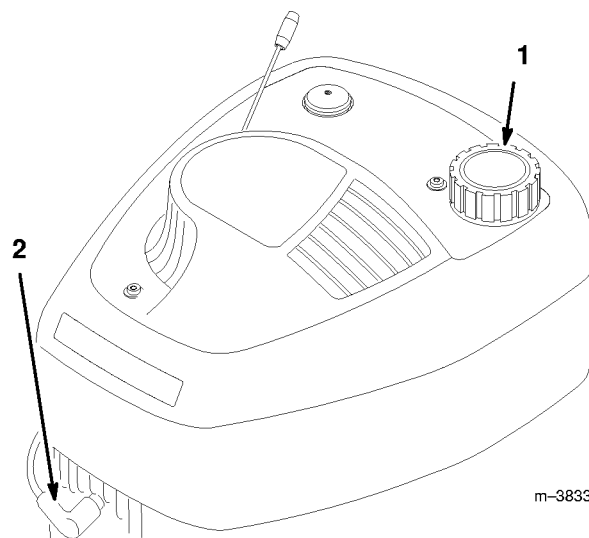

Figure 57
3. Retirer la bougie (Fig. 57) et tirer le lanceur pour faire tourner rapidement le moteur et évacuer l'excédent d'huile du cylindre. Nettoyer la bougie ou la remplacer si elle est fissurée ou cassée, ou si les électrodes sont usées.
6. Remplir le réservoir de carburant (Fig. 57) avec un mélange deux temps propre et frais.
7. Rebrancher le fil de bougie (Fig. 57).